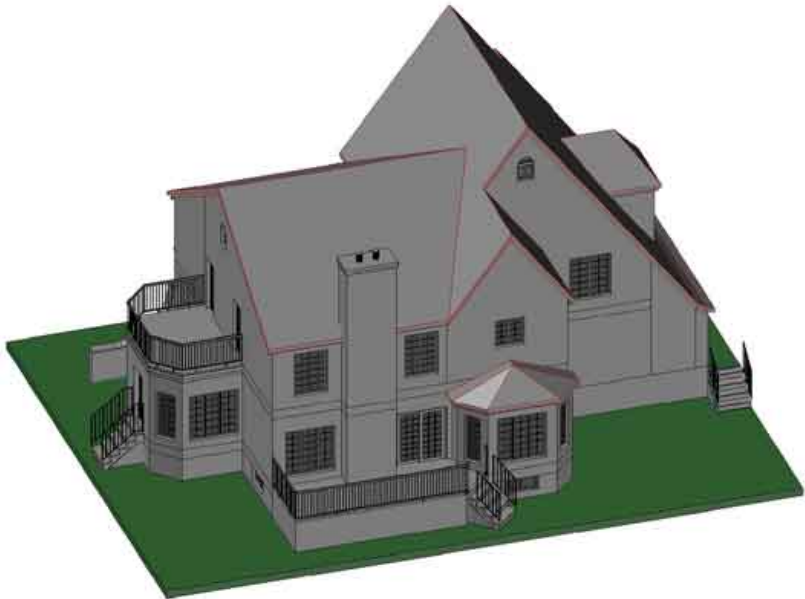

Рисунок 17.12
**Зразок виконання завдання – рисунок 17.12.**